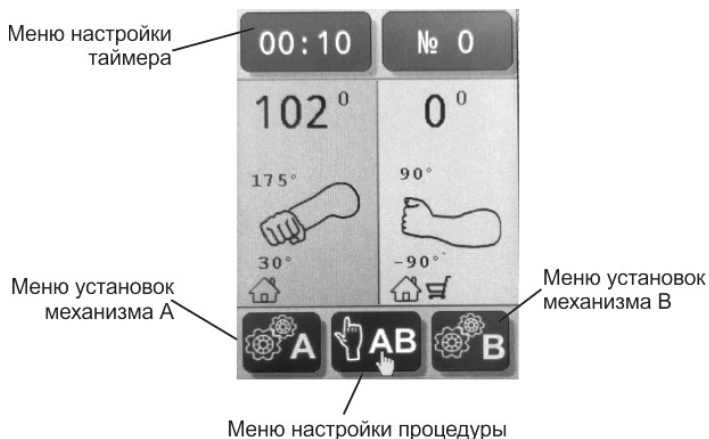

Рисунок 5.4 – Дисплей режима готовности
5.2. Дисплей режима готовности (см. рис. 5.4):
2. Включите Аппарат с помощью выключателя «СЕТЬ» (4). После включения Аппарата слышен звуковой сигнал, на дисплее появляется логотип производителя.
3. По окончании загрузки на дисплее отображается дисплей режима готовности (см. рис. 5.4)